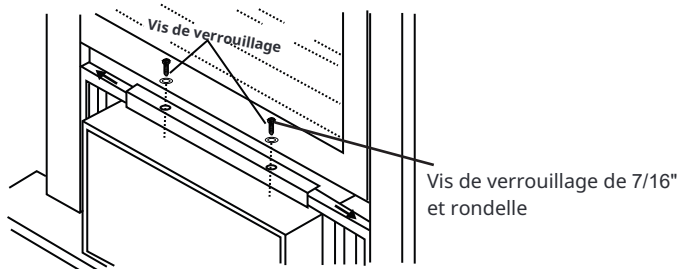

Fig. 17
1. Soulevez soigneusement la fenêtre pour exposer les vis de verrouillage du panneau de remplissage. Desserrez les vis pour que les panneaux de remplissage glissent facilement. 2. Étendre les panneaux pour remplir complètement l'ouverture de la fenêtre. Serrer les vis de verrouillage sur le dessus (Fig. 17). 3. Fermer la fenêtre derrière l'angle supérieur.